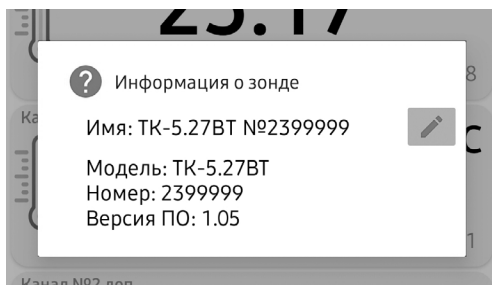

Рис. 35
- нажмите на имя прибора, появится всплывающее окно с информацией о приборе (рис. 35).